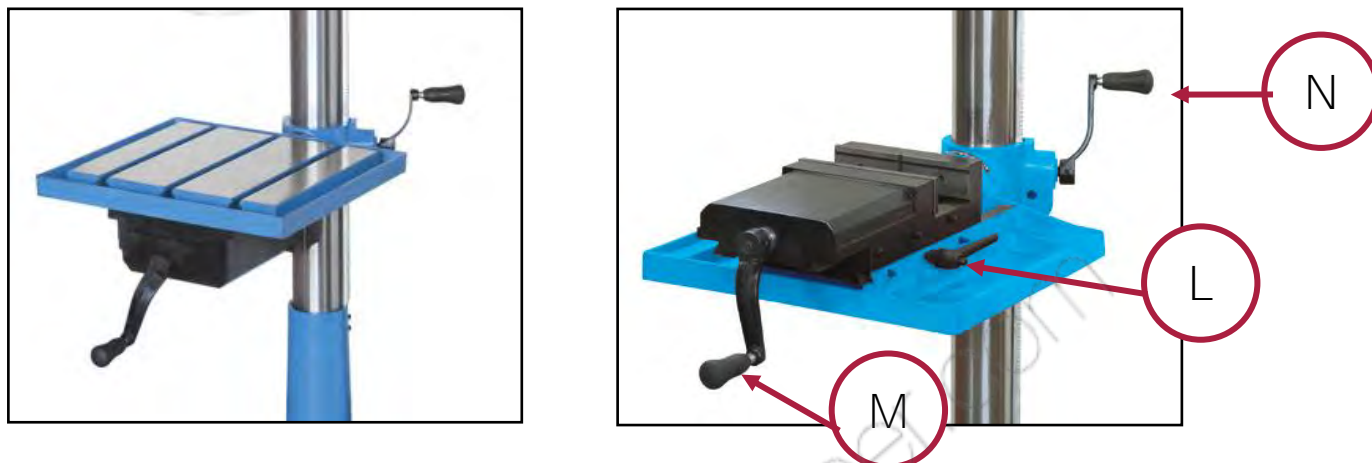

Figura 36 – Comandi di regolazione altezza tavola.
- Una manovella ubicata sul lato destro della tavola (rif. N in Figura 36);
È possibile inoltre lo scorrimento longitudinale della morsa porta pezzo sul piano di lavoro. Per eseguire tale operazione, è sufficiente sbloccare la morsa porta pezzo ruotando in senso anti orario la leva di bloccaggio (rif. L in Figura 36), quindi far scorrere la morsa nella posizione desiderata e tornare a bloccare la morsa, tramite la leva menzionata in precedenza.
Una manovella ubicata nella parte anteriore della tavola (rif. M in Figura 36).
Il piano di lavoro può essere ruotato (da 0 a 360°) come rappresentato in Figura 36.